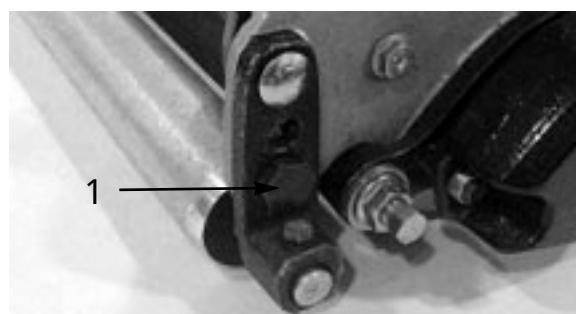

図 15
5. カッティングユニットとローラを上からしっかりと押しつけた状態で、右下ローラ取り付けボルト(図15)を回す。このボルトは偏芯ボルトなので回転させるとローラの高さが変わる。ボルトには、ローラの右端が移動方向を示す印が打ってある。図15のように、ボルトの円弧の後ろ半分で調整するのが正しい。